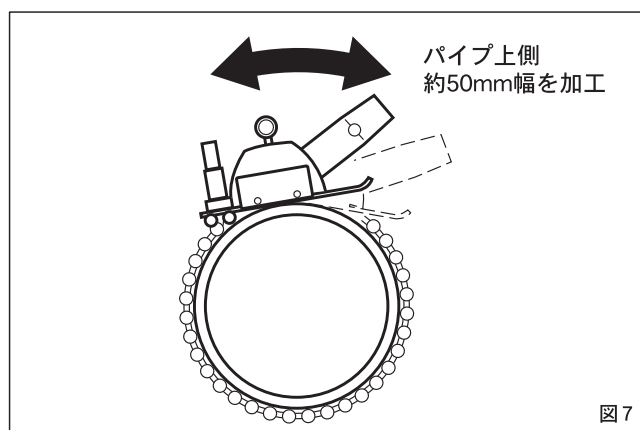

図7
- ④ NSグルーバー取扱説明書（P.10）の「溝切加工」手順
①～③を参照して、まずパイプ上部に長さ約50mmの、溝切加工を行ってください。（図7）